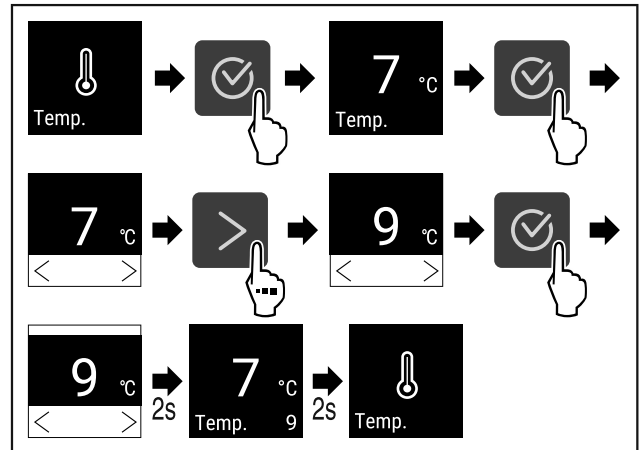

Fig. 67 Lämpötilan vaihtaminen 7°C:n lämpötilasta 9°C:n lämpötilaan
- Suorita toimenpidevaiheet (katso Fig. 67).